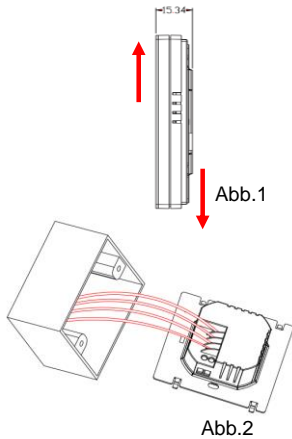

Abb.2
2. Führen Sie das Kabel durch den Montagerahmen (Abb.2)